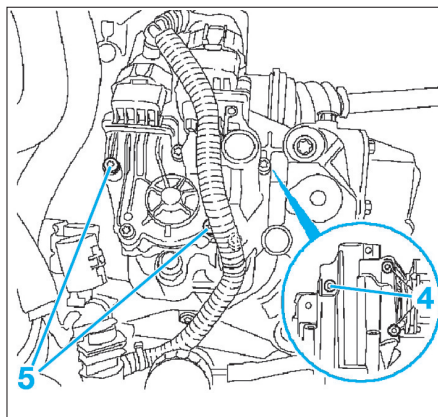

Fig. 14
- Déposer les vis (3).
- Déposer les vis (4) pour ensuite retirer le moteur de sélection (Fig.14).